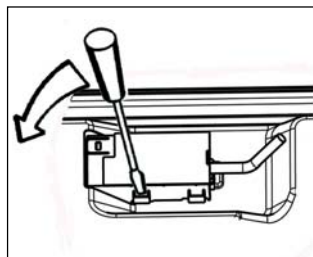

Рис. 8
- слегка нажмите и поднимите крышку, используя отвертку как рычаг (Рис. 8).